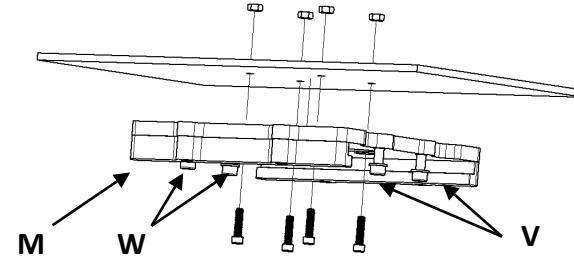

FIG. 5
◆ Secure mounting bracket "M" with four bolts "L" to the panel (Fig. 5).
◆ Remove (2) bolts "V" (Fig. 5), while leaving hex nuts in slots, slide the reel in the mounting bracket "M" and secure with (2) bolts "V" and (2) bolts "W". (Fig. 6).
- ◆ Fixer solidement le support de montage "M" au panneau (Fig. 5) avec quatre boulons "L".
- ◆ Retirer (2) boulons "V" (Fig. 5), en laissant les écrous hexagonaux dans les fentes, faire glisser l'enrouleur sur le support de montage "M" et fixer avec (2) boulons "V" et (2) boulons "W". (Fig. 6).
◆ Asegure el brazo de montaje "M" con cuatro tornillos "L" al panel (Fig. 5).
◆ Retirar (2) tornillo "V" (Fig. 5), dejando las tuercas hexagonales en las ranuras, deslice el carrete al brazo de montaje "M" y asegúrelo con (2) tornillos "V" y (2) tornillos "W". (Fig. 6).